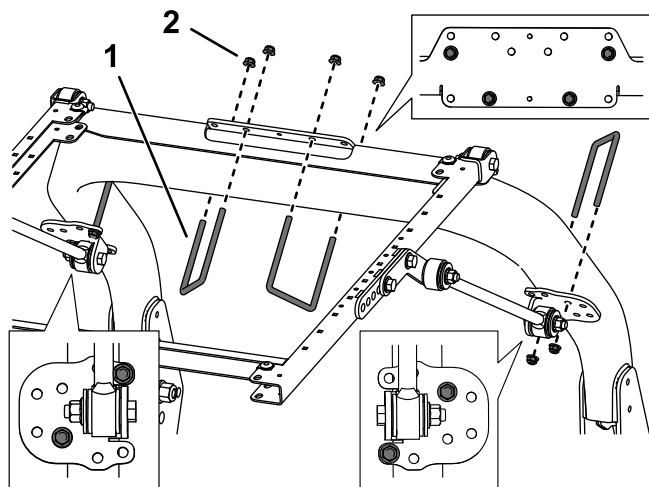

Figura 39
8. Usando los taladros de montaje indicados en la Figura 39, sujete provisionalmente cada uno de los soportes de los tirantes a los postes de la barra antivuelco con un perno en U ($3\frac{1}{2}$ " x 5") y 2 tuercas con arandela prensada.